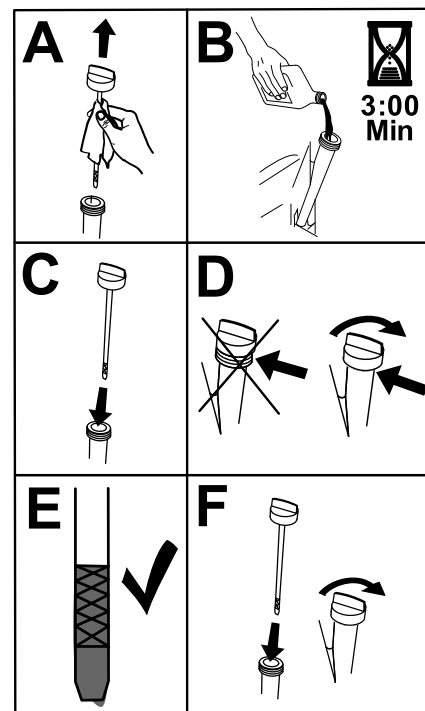

Figura 38
6. Vierta lentamente un 80% aproximadamente del aceite especificado por el tubo de llenado, luego añada lentamente el resto del aceite hasta que llegue a la marca de Lleno (Figura 38).